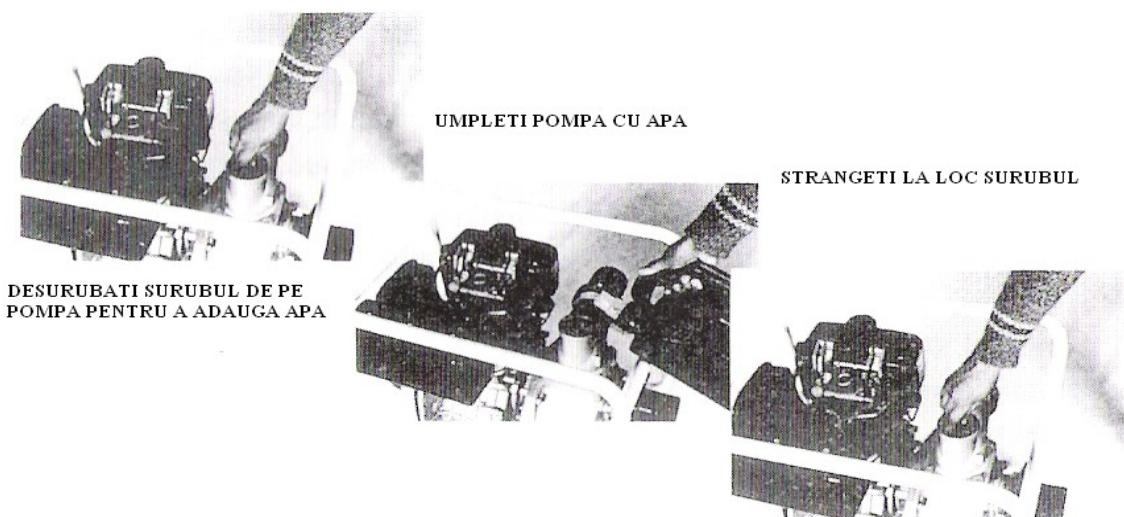

Fig. 1
- (1) Adaugati apa – cand porniti pompa pentru prima oara trebuie sa adaugati apa in pompa (Fig. 1).